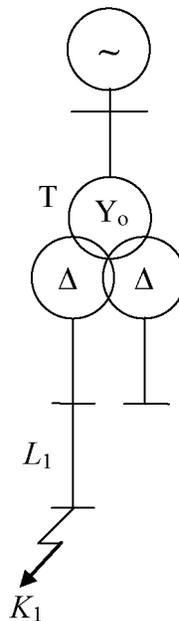

Рисунок 1. Схема электрической сети.
3. Для схемы рис. 1. рассчитать ток 3-х фазного короткого замыкания в начальный момент времени.